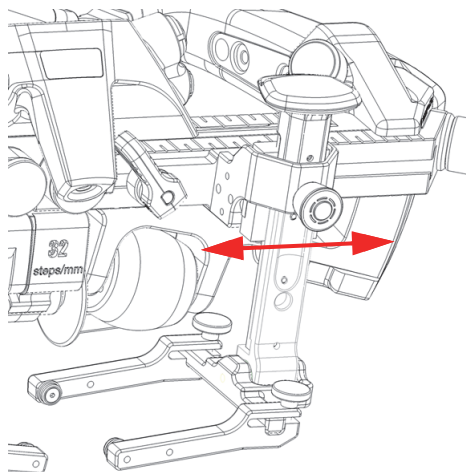

Рис. 2-10 Сдвиг крепления ПЭП
2. Сдвиньте крепление ПЭП до желаемого положения (Рис. 2-10 на стр 46).